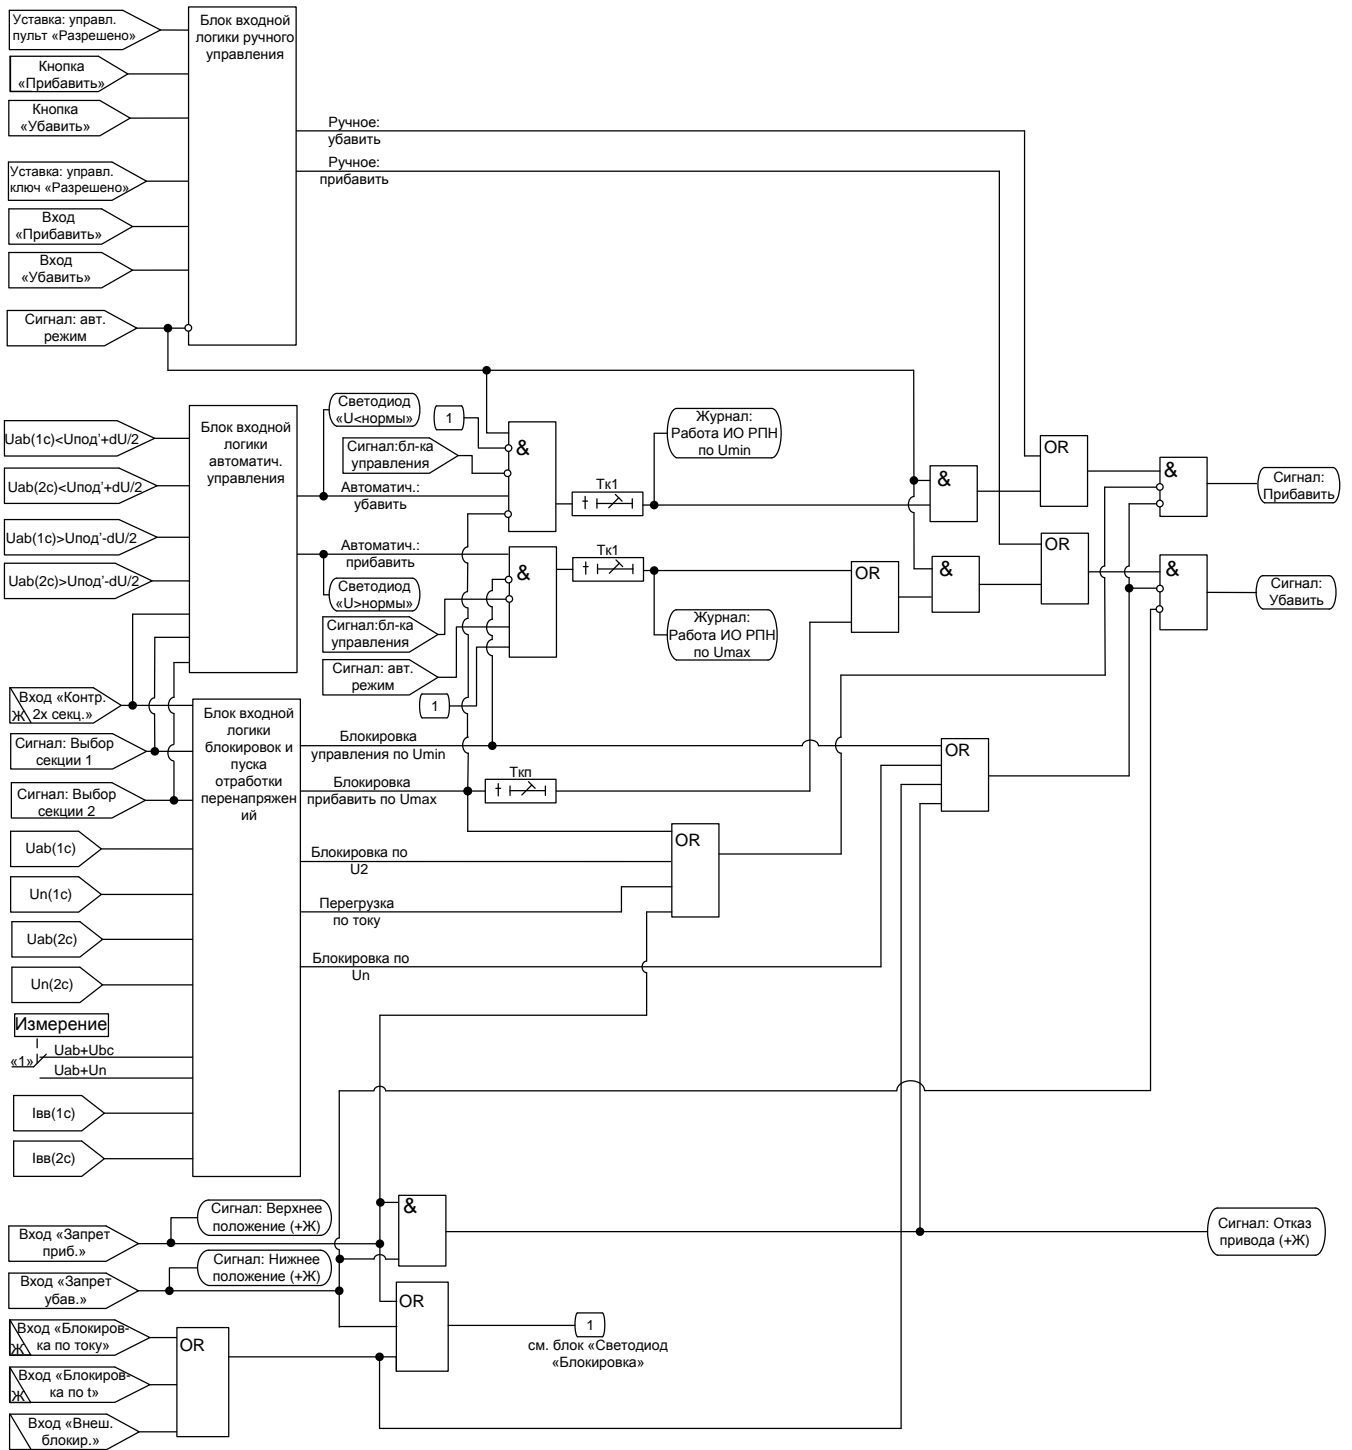
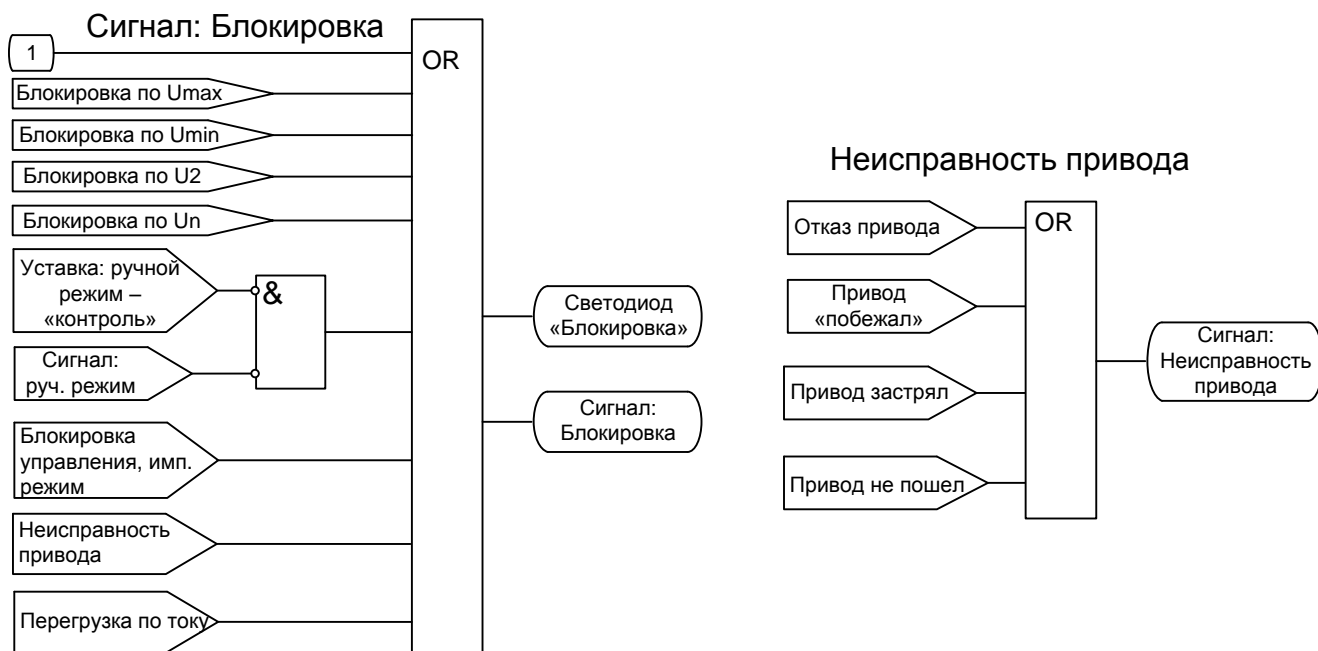

Рисунок 5.1 – Логика формирования команд управления
Рисунок 5.5 – Логика формирования сигналов «блокировка» и сигнала «неисправность привода»
Блокировки. Наличие любого сигнала внешней блокировки («Внеш. блок.», «Блокировка по току», «Блокировка по t ») запрещает формирование команд «Прибавить» и «Убавить» (см. рис. 5.1), формируется сигнал «Блокировка» (см. рис. 5.5). При снятии сигналов внешней блокировки пропадает сигнал «Блокировка», разрешается регулирование.
Если обнаружен сигнал от нижнего концевого выключателя (на входе «Запрет убавить»), то запрещается выдача команды «Убавить», формируется сигнал «Блокировка» (см. рис. 5.5). При снятии сигнала от концевого выключателя снимается сигнал «Блокировка».
Если обнаружен сигнал от верхнего концевого выключателя (на входе «Запрет прибавить»), то запрещается выдача команды «Прибавить» (см. рис. 5.1), формируется сигнал «Блокировка» (см. рис. 5.5). При снятии сигнала от концевого выключателя снимается сигнал «Блокировка».
При одновременном наличии сигналов на дискретных входах «Запрет прибавить» и «Запрет убавить» регулировка напряжения полностью запрещается, формируются сигналы «Блокировка», «Отказ привода», «Сигнализация». Регулятор деблокируется, когда будут сняты оба сигнала (см. рис. 5.1; 5.4; 5.5).
Внутренняя блокировка по току. Если в регулируемой секции ток ввода $I_{вв} > I_{max}$, то запрещается выдача команды «Прибавить», формируется сигнал «Блокировка», через время контроля перегрузки по току $T_{ср}$ формируются длительный сигнал «Перегрузка» и импульсный сигнал «Сигнализация» (см. рис. 5.1). Сигналы «Блокировка» и «Перегрузка» сбрасываются, когда ток уменьшается ниже $0,95 I_{max}$.
Внутренняя блокировка по U_2 предназначена для блокировки управления РПН при перегорании предохранителя в цепях ТН. Если в регулируемой секции напряжение U_2 превышает уставку, то регулирование запрещается, формируется сигнал «Блокировка» (см. рис. 5.1 и 5.5). При снижении напряжения ниже 98% порогового значения пропадает сигнал «Блокировка», разрешается регулирование.
Работа при достижении U_{\min} . Если в регулируемой секции действующее значение напряжения меньше U_{\min} , то запрещается регулирование, формируется длительный сигнал «Блокировка» и импульсный сигнал «Сигнализация» (см. рис. 5.1; 5.4 и 5.5). При повышении напряжения выше $1,02U_{\min}$ сбрасывается сигнал «Блокировка», разрешается регулирование.
- запрещается выдача команды «Прибавить», формируется длительный сигнал «Блокировка» и импульсный сигнал «Сигнализация» (см. рис. 5.1; 5.4 и 5.5);
Контроль двух секций. Если контролируются обе секции (установлен сигнал «Две секции») и обнаружено превышение граничных условий в любой из двух секций («Перегрузка», «Перенапряжение», «Низкое U » и т.д.), то формируется длительный сигнал «Блокировка» и импульсный сигнал «Сигнализация» и блокируется выдача соответствующей команды управления (см. рис. 5.1; 5.4 и 5.5).
Если условие (5.4) выполняется, то спустя время Тк1 формируется сигнал «Прибавить» (см. рис. 5.1).
Программа понижения напряжения. Если выполняется условие (5.5), то включается светодиод «U>нормы», запускается таймер Тк1 (задержка формирования первичной команды на управление приводом). В течение этого времени контролируется выполнение условия (5.5). Если условие (5.5) не выполняется, то сбрасывается подсчет Тк1 и выключается светодиод «U>нормы». Если условие (5.5) выполняется, то спустя время Тк1 формируется сигнал «Убавить» (см. рис. 5.1).